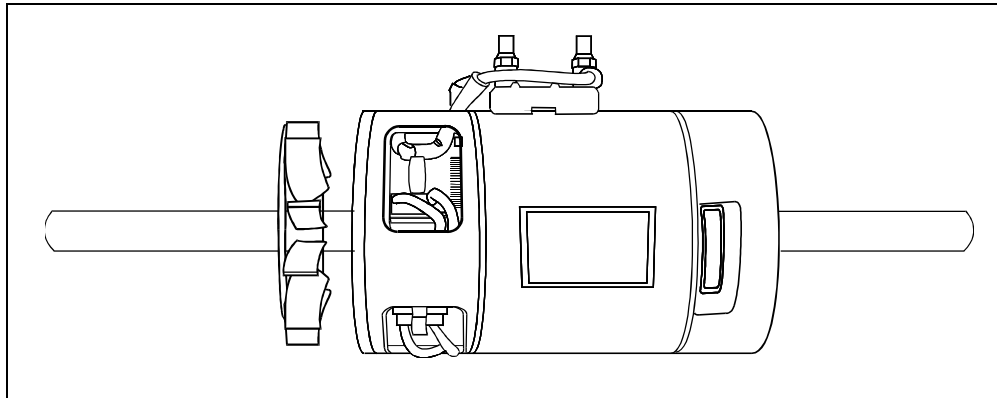

FIGURE 3: VENTILATEUR DE PLASTIQUE SUR LE MOTEUR ÉVAPORATEUR
9. Enlever le ventilateur de plastique (Fig. 3).